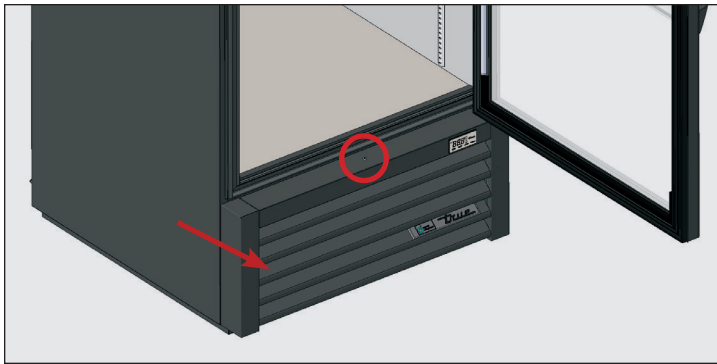

Fig. 1. Emplacement des vis de la grille de ventilation avant. Retirez délicatement la grille.
2. Retirez la grille de ventilation avant de l'appareil. Voir fig. 1.